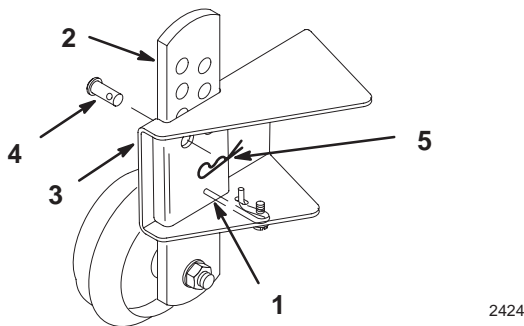

Bild 3
5. Biegen Sie die Feder durch, schieben Sie die Einstellplatte der Radstelze auf die Radstelzenhalterung des Mähwerks und befestigen Sie sie mit dem Stift und Splint (Bild 3).